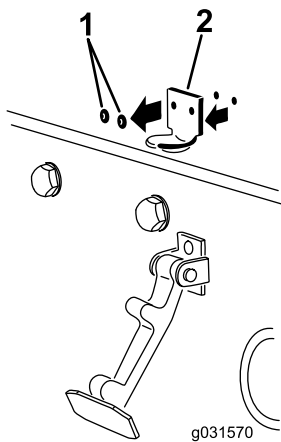

Figure 5
2. Retirez les 2 rivets qui fixent le support de loquet au capot (Figure 5).